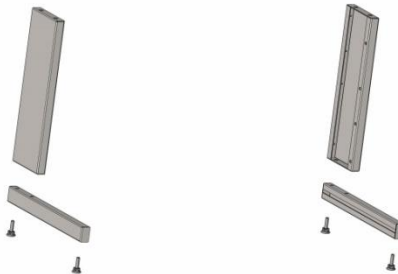

Рис. 2
1. Установить в опоры каркаса регулируемые опоры, и соединить опоры с боковиной, крепежом Болт М8х16 DIN 933, Шайба М8 DIN 125 (Рис. 2)